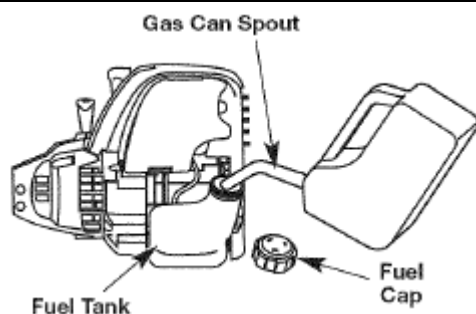

Рис. 8
3. Извлеките крышку маслоналивного отверстия, находящегося на картере двигателя (Рис. 8).
1. Отверните крышку топливного бака (Рис. 8).
2. Вставьте рукав канистры с бензином в отверстие (Рис. 8) и заполните топливный бак.